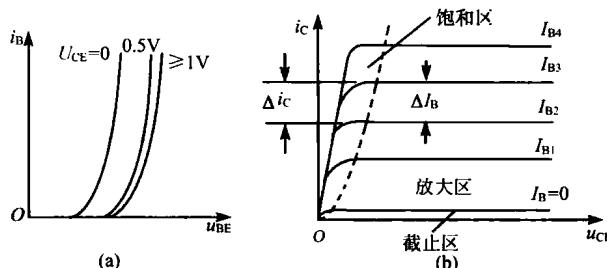

图 1-5 晶体管的特性曲线
(4) 晶体管的共射特性曲线
①输入特性曲线: 输入特性曲线描述了在管压降 U_{CE} 一定的情况下, 基极电流 i_B 与发射结压降 u_{BE} 之间的函数关系, 即 $i_B = f(u_{BE})|_{U_{CE}=\text{常数}}$, 如图 1-5(a) 所示。
②输出特性曲线：输出特性曲线描述基极电流 I_B 为一常量时， i_C 与 u_{CE} 之间的关系，即： $i_C = f(u_{CE}) | I_B = \text{常数}$ ，曲线如图 1-5(b) 所示。